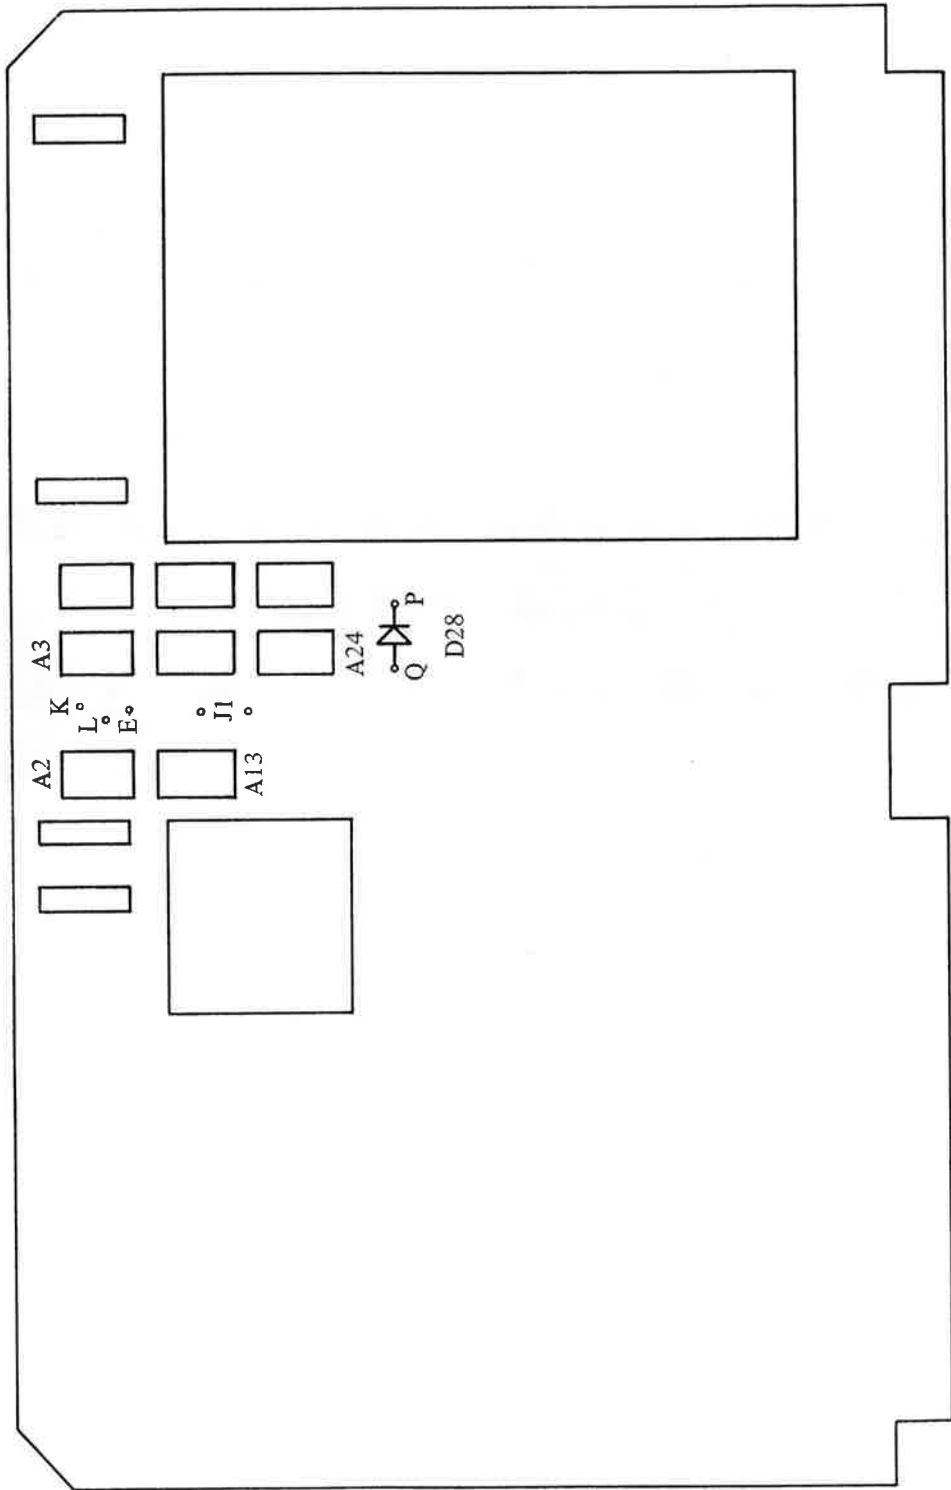

Fig. 3-3 Bd. #1 (ADC)
**3.4 INTERNAL (Refer to Figs. 3-3 & 3-4)**